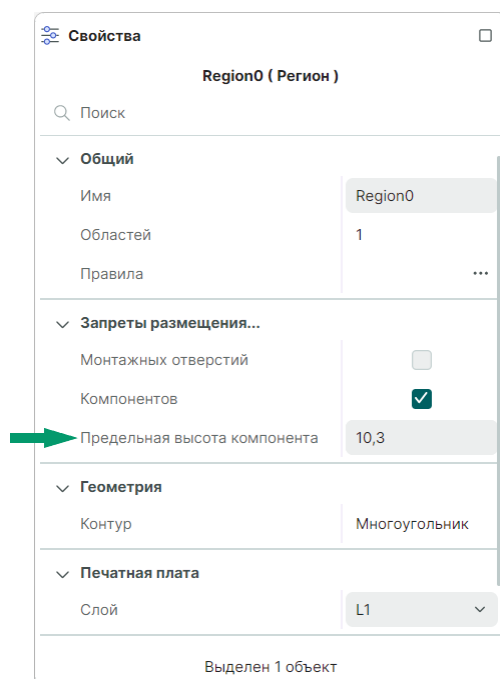

Рис. 169 Предельное значение высоты для компонента в регионе
2. Задайте требуемое значение высоты в текстовом поле «Свойства» → «Запреты размещения...» → «Предельная высота компонента», см. Рис. 169. Значение устанавливается в тех единицах измерения, которые используются в данном проекте.